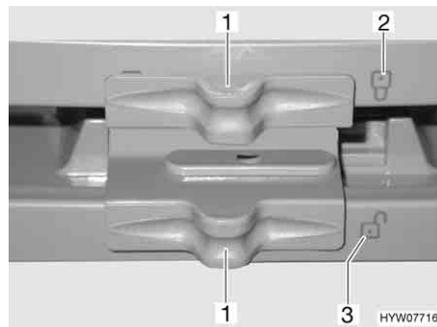

Bild 162 Verriegelung der Kühlschranktür/Frosterfachtür (Dometic 7er-Reihe mit separatem Frosterfach)
- Verriegelung (Bild 162,1) zur Seite schieben, so dass das offene Schloss "☞" (Bild 162,3) sichtbar ist.
- Verriegelung (Bild 162,1) zur Seite schieben, so dass das geschlossene Schloss "☞" (Bild 162,2) sichtbar ist.